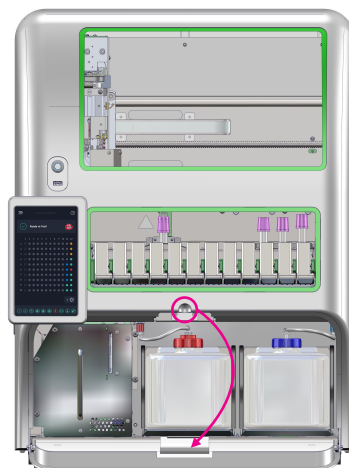

Figura 60
1. Abra a porta frontal para aceder ao Compartimento do Frasco (Figura 60).